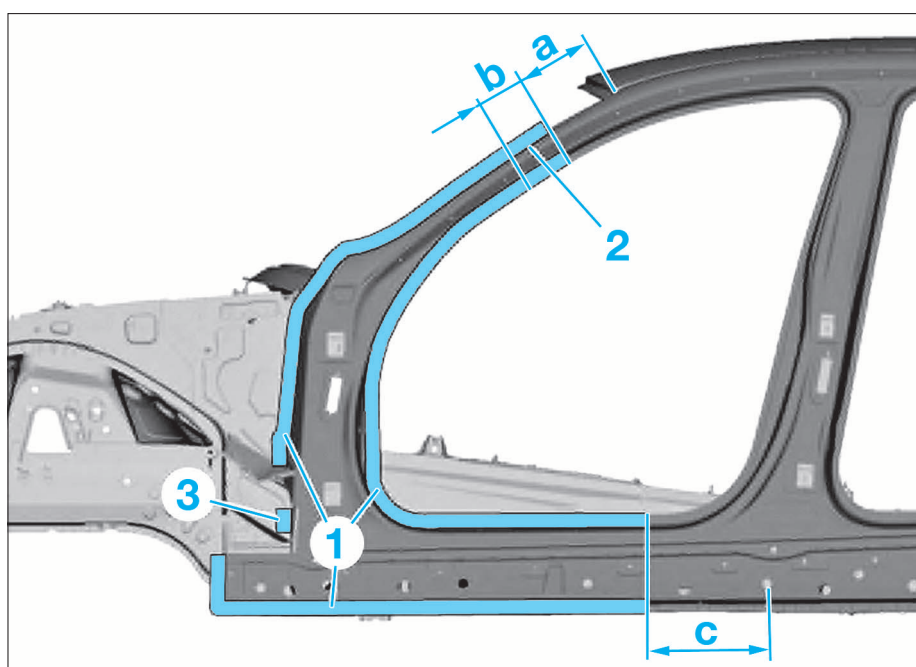

FIG. 11
- Défaire les cordons de soudure dans les zones (1).
- Tracer les lignes de coupe d'après les cotes puis effectuer les découpes (Fig.11).
- Défaire le cordon de soudure dans la zone (2).
Utiliser le segment de tôle (2) comme raidisseur de la ligne de coupe supérieure (Fig.11).
- Appliquer de la colle dans la zone (2).
- Effectuer le soudage par points en bouchon dans la zone (3) (Fig.11).